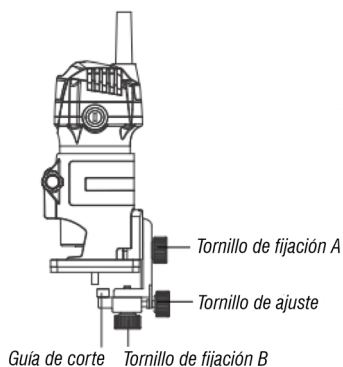

Fig. 10 – Regulando la guía
1. Para regular la altura de la guía, suelte el perno de fijación A, conforme Fig. 10. Ajuste la altura y apriete nuevamente;
2. Para regular el ancho, suelte el perno de fijación B y regule el ancho a través del perno de reglaje, conforme Fig. 10. Después de ajustar el ancho deseado, apriete nuevamente el perno de fijación B.